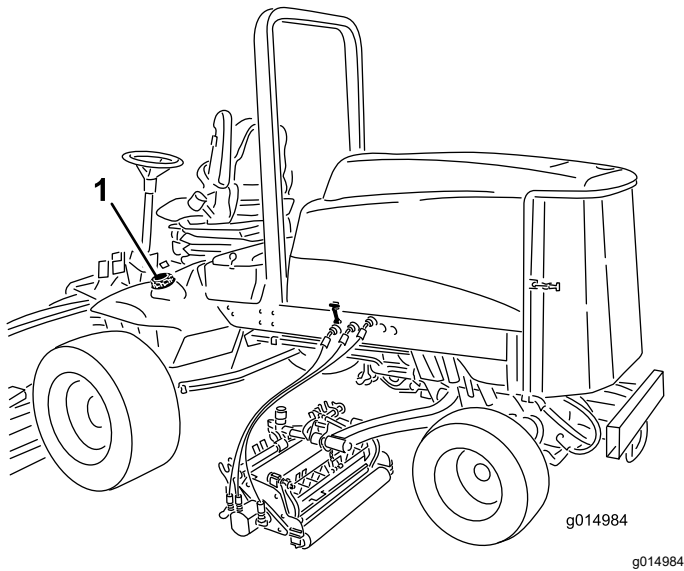

Bild 35
3. Nehmen Sie den Deckel vom Kraftstofftank ab (Bild 35).